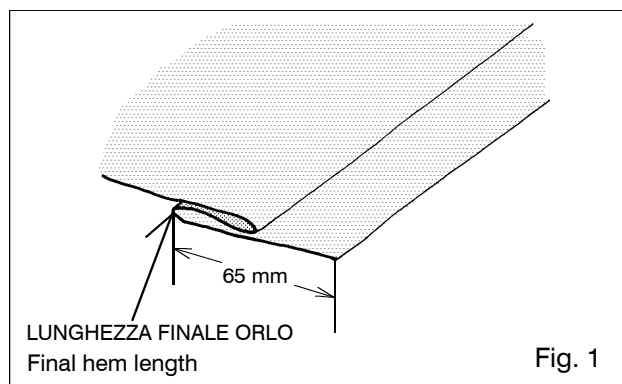

Fig. 1
1. Risvoltare l'orlo alla richiesta profondità e pressare. Piegare indietro l'orlo contro il lato destro dell'indumento con una piega soffice sul rovescio del tessuto. Vedere Fig. 1.
1. Turn up the hem to the required depth and press. Fold the hem back against the 'right' side of the garment, creating a 'soft' fold on the 'wrong' side of the fabric – see Fig. 1.